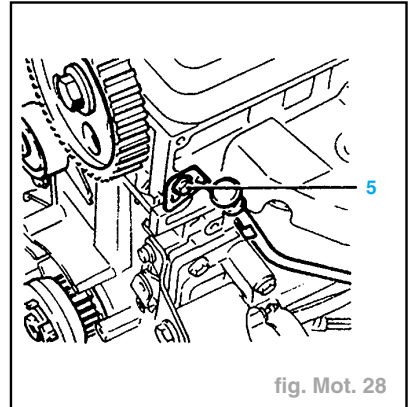

fig. Mot. 28
- la vis du de jauge à huile (**5**) (fig. Mot. 28).